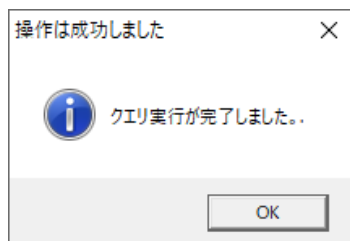

図43: [操作は成功しました] メッセージ
- 処理が正しく行われると、[操作は成功しました] にメッセージが表示されます（図43）。